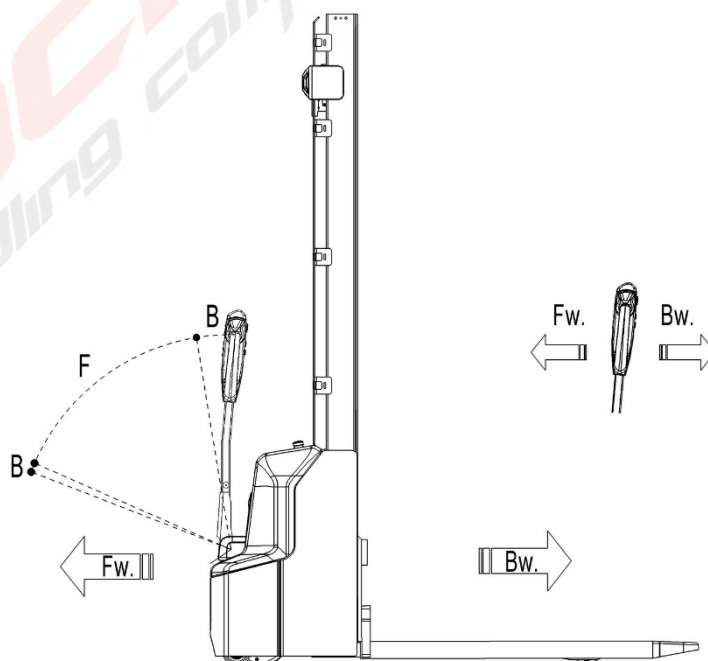

Fig.11 : Direction opérationnelle
Après avoir démarré le gerbeur par activation du panneau à code PIN, déplacez soigneusement le timon dans la zone d'opération ("F", fig.11). Tournez le bouton de l'accélérateur dans la direction souhaitée vers l'avant ("Fw") ou vers l'arrière "Bw." (fig. 11). Contrôlez la vitesse de déplacement en déplaçant avec précaution le bouton d'accélération (26) jusqu'à ce que vous ayez atteint la vitesse souhaitée. Si vous ramenez le bouton d'accélérateur en position neutre, le contrôleur décélère le gerbeur jusqu'à ce qu'il s'arrête. Si le gerbeur s'arrête, le frein de stationnement sera enclenché.